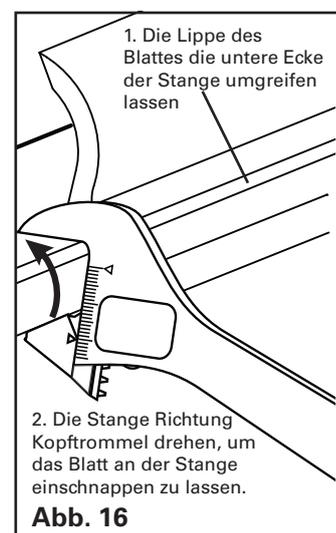

Abb. 16
3. Drücken Sie die untere Lippe des Blatts über die vordere Kante der Abstreiferblattstützstange (Abb. 16).